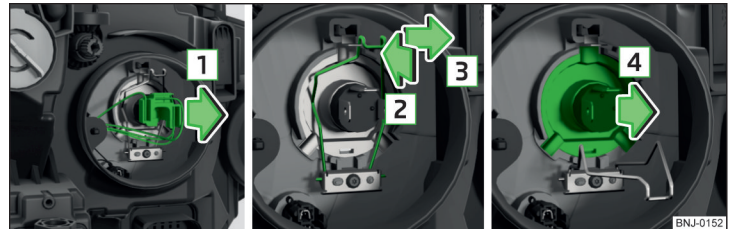

Fig. 185 Înlocuirea becului incandescent pentru faza scurtă și faza lungă
- Apăsați elementul de blocare al conectorului și trageți cu atenție conectorul, prin mișcări pendulatorii, în direcția săgeții **1** » fig. 185.